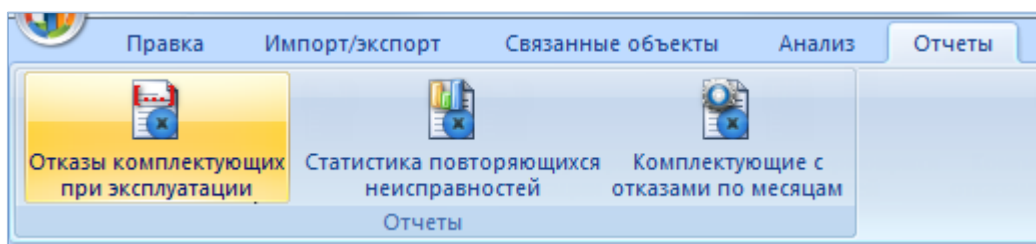

Рис. 26-75 – Вкладка «Отчеты»
- 2) Открыть вкладку «Отчеты» в рабочем окне «Неисправности» и выбрать наименование отчета «Отказы комплектующих при эксплуатации» (рис. 26-75).